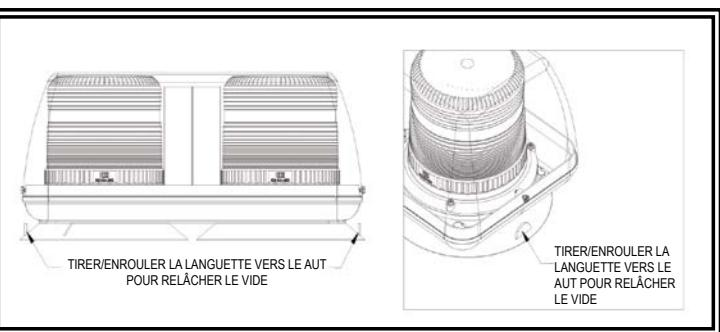

Figura 2
La característica de montaje de vacío magnético incluye dos (2) ventosas de succión en la parte inferior de la minibarra, con un imán dentro de cada ventosa de succión para lograr un montaje temporal y seguro. La minibarra debe colocarse en el centro del techo donde se produce la menor curvatura. Antes de la instalación, asegúrese de que no haya residuos en la parte inferior de la minibarra ni sobre el techo del vehículo, lo que podría reducir el poder de sujeción de los imanes y de las ventosas de succión. Coloque y retire la minibarra sin deslizarla para evitar rayar la pintura del vehículo. Luego de ubicarla, la minibarra debe adherirse firmemente a la superficie. Si la unidad se desliza o se mueve con facilidad, no se ha logrado una instalación correcta. Para retirar la unidad del vehículo, levante cada pestaña para liberar la cámara de aire (vea la Figura 2). Coloque la minibarra en la caja cuando no la utilice para proteger el conjunto magnético y la almohadilla de caucho. No intente colocarla sobre una superficie recubierta de hielo.